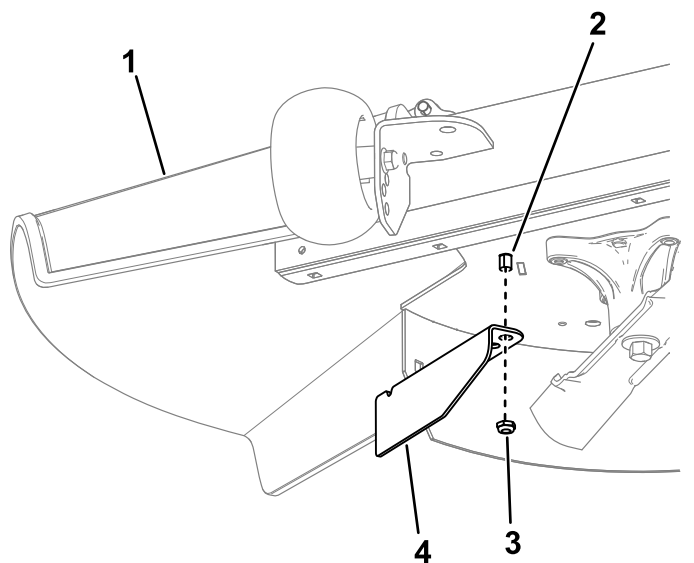

Figure 15
- Déposez l'écrou de la tige de déflecteur d'herbe sous le plateau de coupe (Figure 15).
11. Servez-vous de l'écrou pour monter le déflecteur d'ouverture sur la tige de déflecteur d'herbe, en utilisant le trou extérieur du déflecteur (Figure 15).